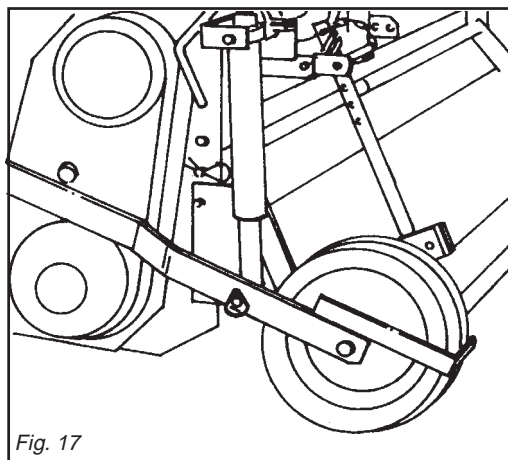

Fig. 17
**Zappatrici con ruota o ruote laterali:** la ruota laterale può essere montata a sinistra o in entrambi i lati della zappatrice (Fig. 17).
**Rotary cultivators with side wheel(s):** the side wheel can be on the left side or on both sides of the cultivator (Fig. 17).
**Hackfräsen mit seitlichem/n Laufrädern:** Das seitliche Rad kann auf der linken oder auf beiden Seiten der Hackfräse montiert werden (Abb. 17). Es wird im allgemeinen verwendet, wenn die Hackfräse auf hügeligen Gelände oder
**Houes avec roue ou roues latérales:** la roue latérale peut être montée à gauche ou des deux côtés de la houe (Fig. 17).
**Binadoras con rueda o ruedas laterales:** la rueda lateral puede ser montada a la izquierda o en ambos lados de la binadora (Fig. 17). Esta versión